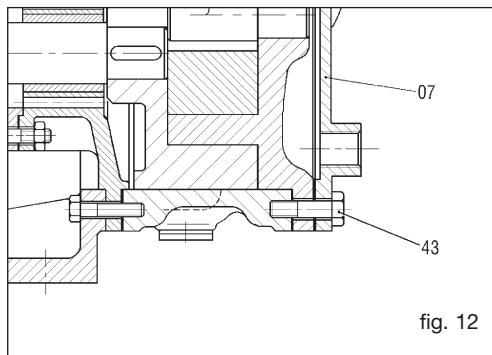

fig. 12
- ❑ Si la bomba está dotada de una cámara de calentamiento en la tapadera (07), esta se separará de la tapadera apenas se quiten los pernos (43) (Ver fig.12).